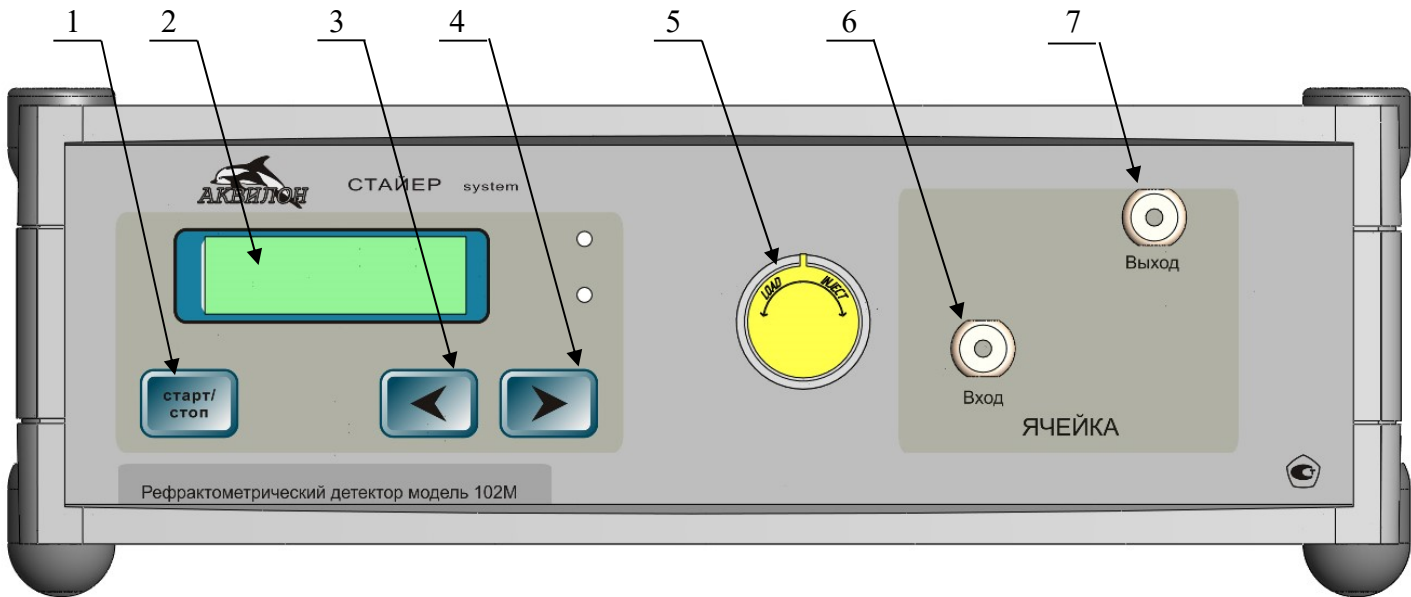

Рис.2. Вид передней панели детектора
2. Установите на детекторе переключатель «Промывка / Работа» в положение "LOAD" для промывки сравнительной ячейки (рукоятка повернута в крайнее левое положение, см. рис.2)
5. Переключите на детекторе переключатель «Промывка / Работа» в положение "INJECT" (рукоятка повернута в крайнее правое положение, см. рис.2). (переключение допускается производить при работающем насосе, но процесс поворота рукоятки переключателя не должен по времени превышать 1, с либо переключение производится при остановленном насосе)
Установите переключатель «Промывка / Работа» в положении "Промывка" (рукоятка повернута в крайнее левое положение, см. рис.2).
Для промывки сравнительной ячейки установите переключатель «Промывка / Работа» в положение "Промывка" (рукоятка повернута в крайнее левое положение, см. рис.2). Если в прибор поступает элюент, то ячейка будет промыта в течении нескольких минут (порядка 5 минут для скорости 1 мл/мин). При замене элюента не допускается использование не смешивающихся растворителей. Для проведения анализа установите переключатель «Промывка / Работа» в положении "Работа" (рукоятка повернута в крайнее правое положение)